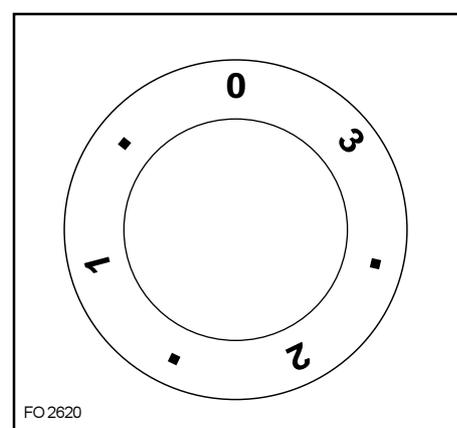

Fig. 2
- B) Fig. 2: Il s'agit d'une manette de commande à 7 positions: 0 = éteint, alors que les positions de 1 à 3 indiquent les niveaux de puissance jusqu'au maximum.